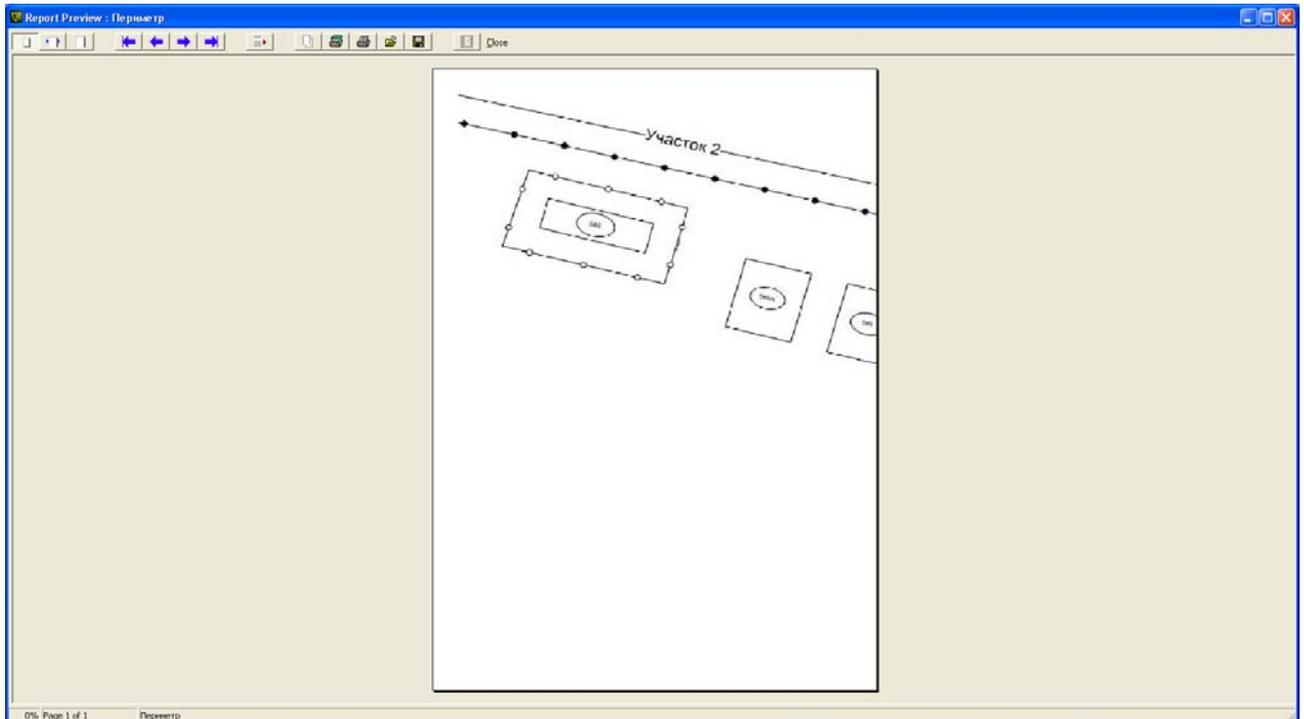

Рисунок 6.5
- «Предварительный просмотр». Данный подпункт позволяет сделать предварительный просмотр изображения, которое будет напечатано. Для предварительного просмотра страницы установите указатель мыши на подпункт «Предварительный просмотр» и нажмите левую кнопку мыши. В появившемся окне (рисунок 6.5) с помощью панели управления можно провести ряд действий (увеличить изображение, настроить параметры печати, послать на печать изображение, сохранить/загрузить изображение в файл, выйти из режима предварительного просмотра).